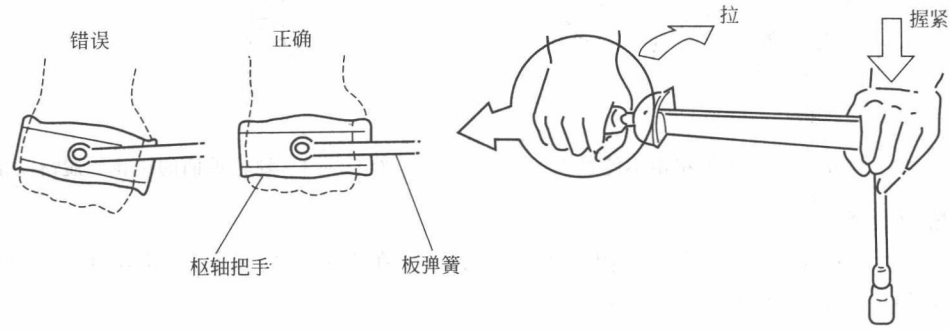

图 1-2-26 指针式扭力扳手的操作方法
c. 正确操作。用扭力扳手测量扭矩时，必须使枢轴把手与板簧分离，如果它们相互接触就会造成扭矩读数不准。在进行拧紧操作时，应握紧扭力扳手的把手，向自己的方向用力；拉把手的方向应与力臂的方向成直角。如图 1-2-26 所示。